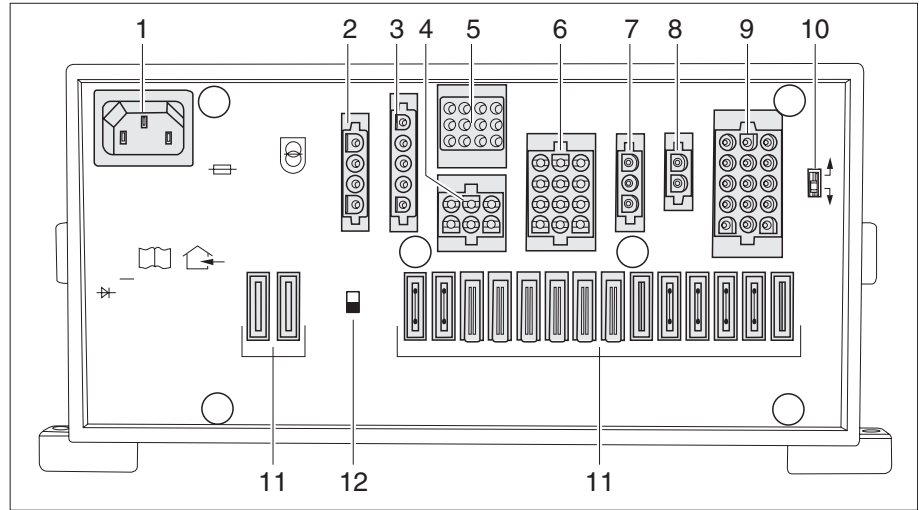

Bild 63 Elektroblock (EBL 119)
Der Batterie-Trennschalter (Bild 63,12) schaltet alle 12-V-Verbraucher des Wohnbereichs aus, auch das Sicherheits-/Ablassventil. Dadurch wird eine langsame Entladung der Wohnraumbatterie vermieden, wenn das Fahrzeug über längere Zeit nicht benutzt wird (z. B. vorübergehende Stilllegung).
- ▶ Batterie-Trennschalter (Bild 63,12) nach oben drücken: Batterie Ein.
- ▶ Batterie-Trennschalter (Bild 63,12) nach unten drücken: Batterie Aus.
Am Batterie-Wahlschalter (Bild 63,10) kann das Lademodul im Elektroblock auf den Typ der im Fahrzeug eingebauten Wohnraumbatterie („Blei-Gel“, „Blei-Säure“ oder AGM) eingestellt werden.